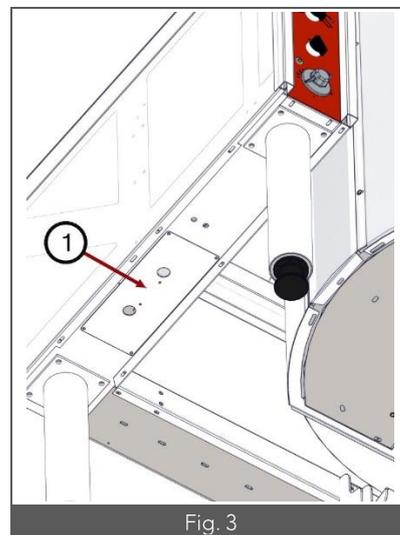

Fig. 3
- Localiser la position du boîtier de raccordement électrique, ce dernier est monté sur une platine située sous le bras gauche de l'appareil (Rep.1 – Fig. 3).